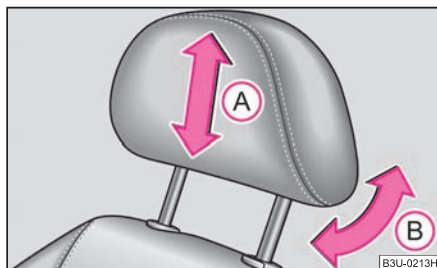

Abb. 56 Kopfstütze einstellen
- Fassen Sie die Kopfstütze seitlich mit beiden Händen an und schieben Sie die Kopfstütze in Pfeilrichtung **(A)** nach oben oder unten ⇒ Abb. 56. Die beste Schutzwirkung wird erreicht, wenn die Oberkante der Kopfstütze sich auf einer Höhe mit dem oberen Teil Ihres Kopfes befindet ⇒ Seite 129, Abb. 136.
Die Kopfstützen der Vordersitze sind neigungs- und höheneinstellbar ⇒ Abb. 56, die äußeren hinteren Kopfstützen sind höheneinstellbar (ca. 15 mm). Die mittlere hintere Kopfstütze ist fest.